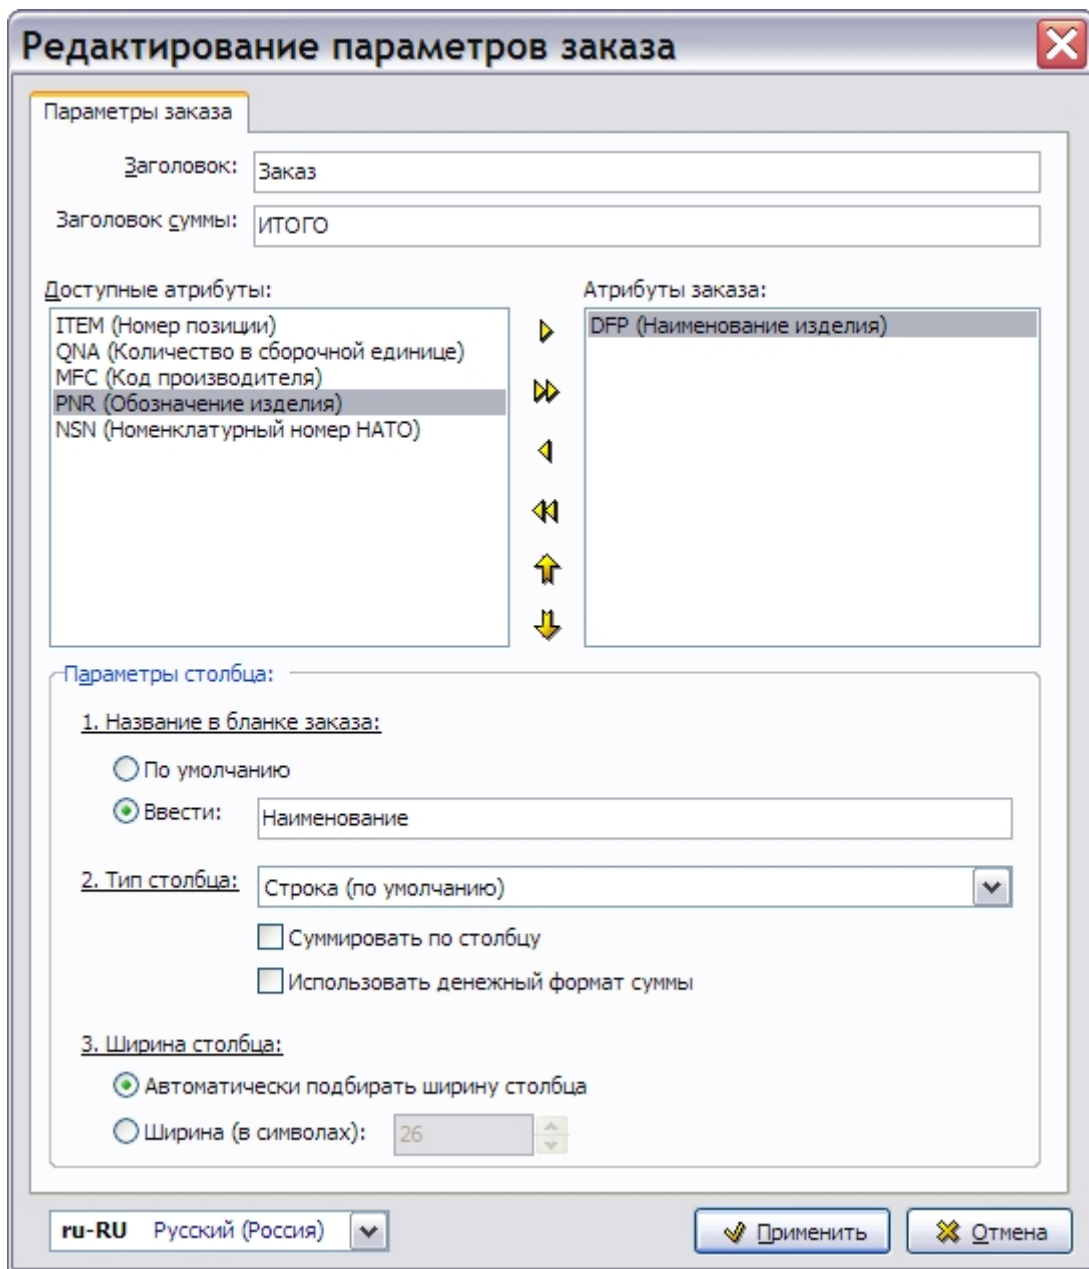

Рис. 3.34
5. В окне **Атрибуты заказа** выделите атрибут **DFP (Наименование изделия)**. При этом в разделе **Параметры столбца** станут активными параметры **По умолчанию** и **Ввести** в пункте 1. Название в бланке заказа (Рис. 3.34).